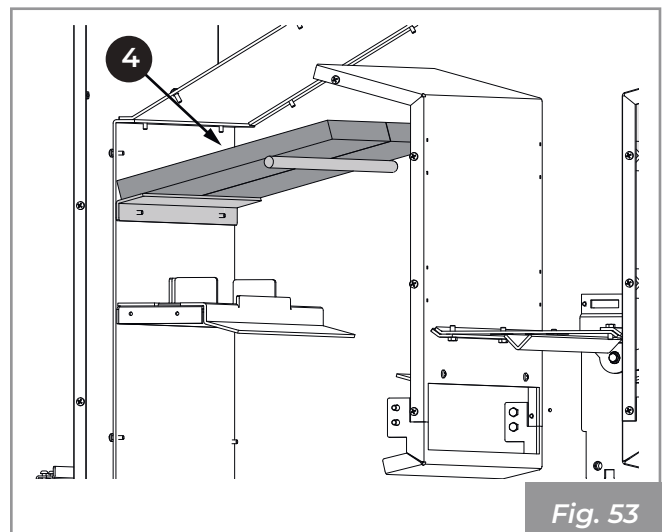

Fig. 53
7) Faire glisser et extraire les panneaux (4) (Fig. 53).